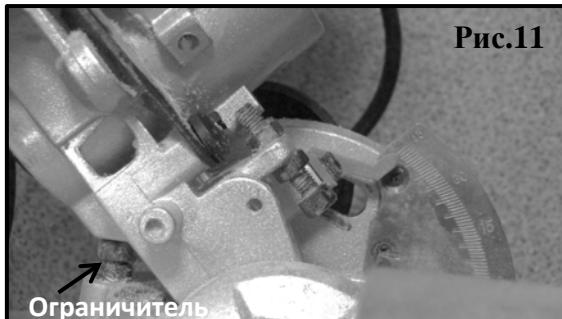

Рис.11
1. Ослабьте фиксатор угла наклона и наклоните режущую голову влево до упора так, чтобы она коснулась ограничителя (рис.11).
2. При необходимости проведите дополнительную регулировку ограничителя с помощью шестигранного ключа выкручивая его или заворачивая, чтобы стрелка указателя указывала по шкале 45 градусов (рис.11).